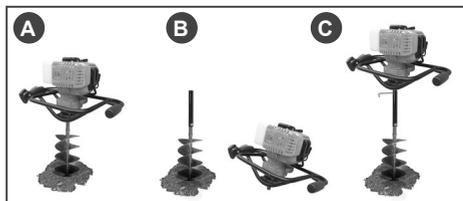

Рис. 4 Установка удлинителя
1. Пробурите скважины в земле глубиной 30-50 см (Рис. 4А). Остановите двигатель.
4. Вставьте удлинитель в вал шнека, совместите отверстия, затем установите крепез. Надежно затяните (Рис. 4В).
5. Установите двигатель на вал удлинителя и закрепите его крепезом, снятым в п.3. Надежно затяните (Рис. 4С).